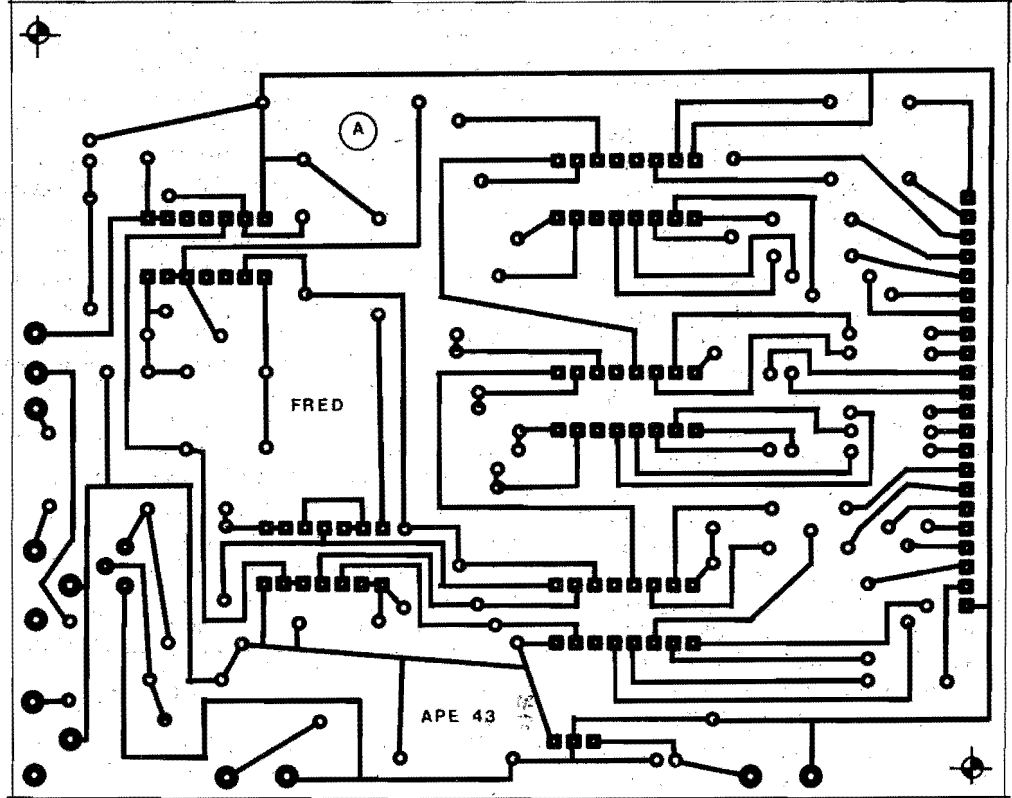

Fig.5
- **FIG. 5 - LAY OUT DO CIRCUITO IMPRESSO DA PLACA PRINCIPAL (A)** - Embora inevitavelmente maior (com relação à placa B), o Circuito Impresso da placa principal é ainda simples, sem excessivos "congestionamentos" ou densidade... Também em escala 1:1, o padrão de ilhas e pistas é de fácil reprodução, devendo o Leitor observar apenas os "velhos" cuidados com a perfeita disposição das ilhas dos Integrados, das ilhas da barra de conexão inter-placas (alinhas junto a uma das bordas menores da placa) e ainda das várias trilhas estreitas (convém conferir tudo várias vezes, durante as etapas da confecção, após a traçagem, depois da corrosão, após a furação e limpeza, etc., de modo a não deixar "escapar" nadinha...). Lembra sempre que da perfeição da placa depende praticamente todo o sucesso (ou insucesso...) de qualquer montagem, das mais simples às mais complicadas...